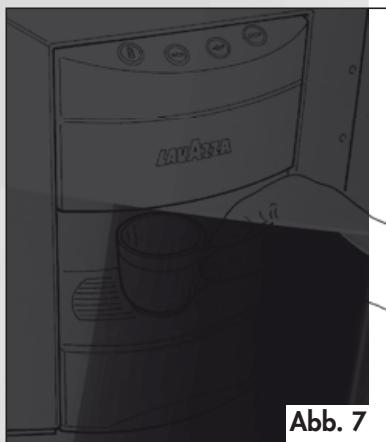
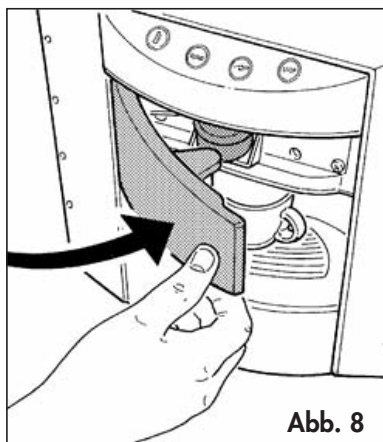

Abb. 7
Abb. 8
Zur Bedienung dieser Maschine ist es notwendig einige Münzen einzuwerfen, um die Funktion des Durchlaufes zu aktivieren. Nachdem die Tasse auf dem vorgesehenen Gitter (Abb. 7) gestellt wurde, wie folgt vorgehen:
- Den Wegwerffilter entsprechend dem gewünschten Getränk vor dem geeigneten Einführungsplatz stellen und das Türchen mit leichtem Druck schließen (Abb. 8). Das Einschieben des Wegwerffilters aktiviert automatisch den Durchfluß des Getränkes. Die STOP-Taste, die ausgeschaltet war leuchtet auf.
Eine Tasse auf dem vorgesehenen Gitter (Abb. 7) stellen. Den Wegwerffilter für das gewünschte Getränk vor dem vorgesehenen Einführungsplatz stellen und den Hebel mit leichtem Druck schließen (Abb. 8). Das Einschieben des Wegwerffilter aktiviert automatisch den Durchfluß des Getränkes. Die STOP-Taste, die ausgeschaltet war leuchtet auf. Während des Durchlaufes nie den Hebel für Einführung des Wegwerffilter öffnen. Sobald die gewünschte Getränksmenge erreicht ist, die STOP-Taste drücken.